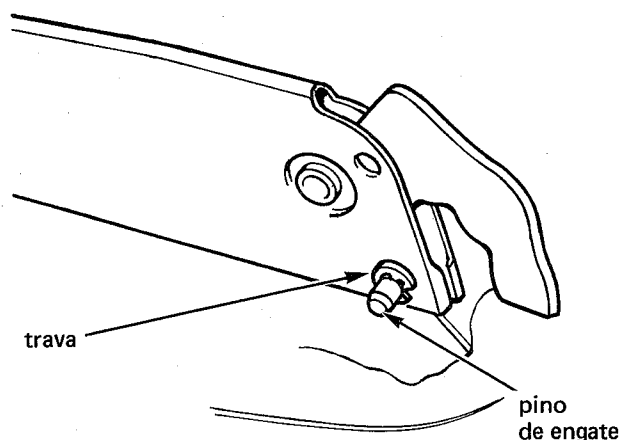

fig. 42
3. Remover a trava do pino de engate do cabo primário à alavanca do freio de estacionamento, e remover o pino (fig. 42)
2. Com a alavanca do freio totalmente desaplicada, instalar o cabo primário, com o pino de engate e respectiva trava (fig. 42)
3. Remover a trava do pino de engate, do cabo primário à alavanca do freio de estacionamento, e remover o pino (fig. 42)
2. Com o freio de estacionamento totalmente desaplicado, ligar o cabo primário à alavanca, com o pino de engate e respectiva trava (fig. 42)